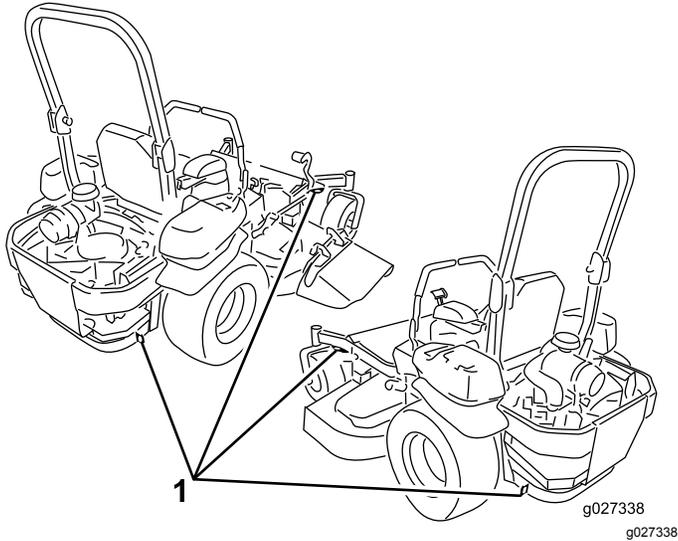

Figura 33
- Utilice los puntos de amarre de la máquina para sujetar la máquina firmemente al remolque o al camión con correas, cadenas, cables o cuerdas (Figura 33).